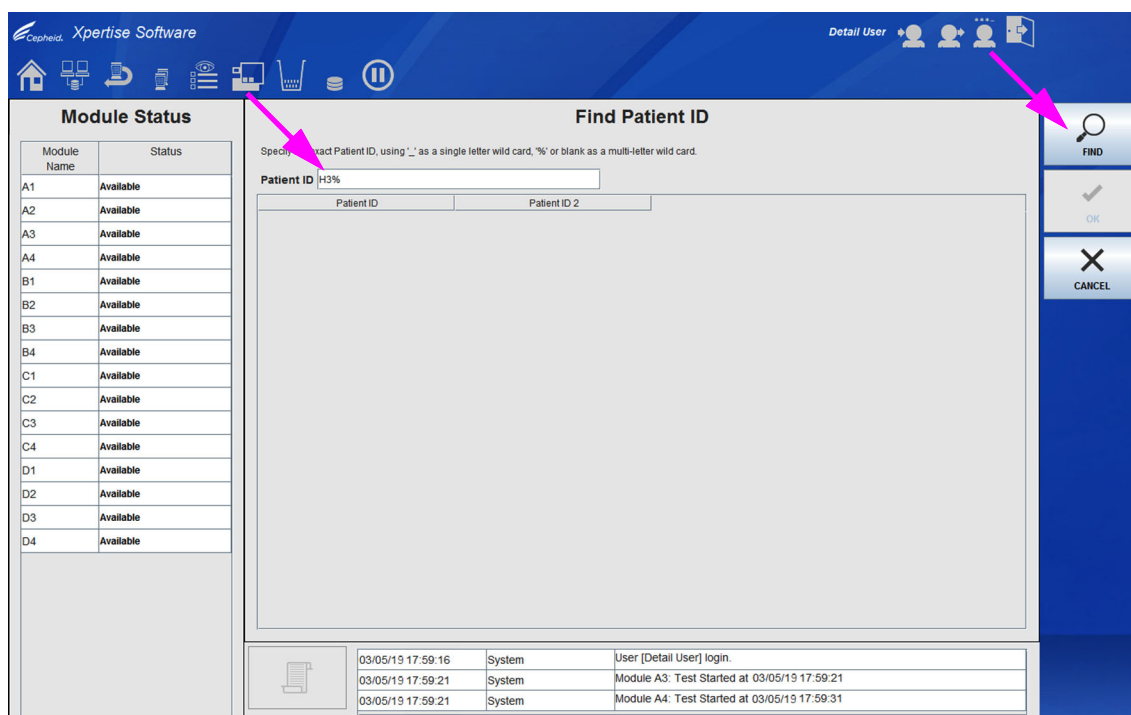
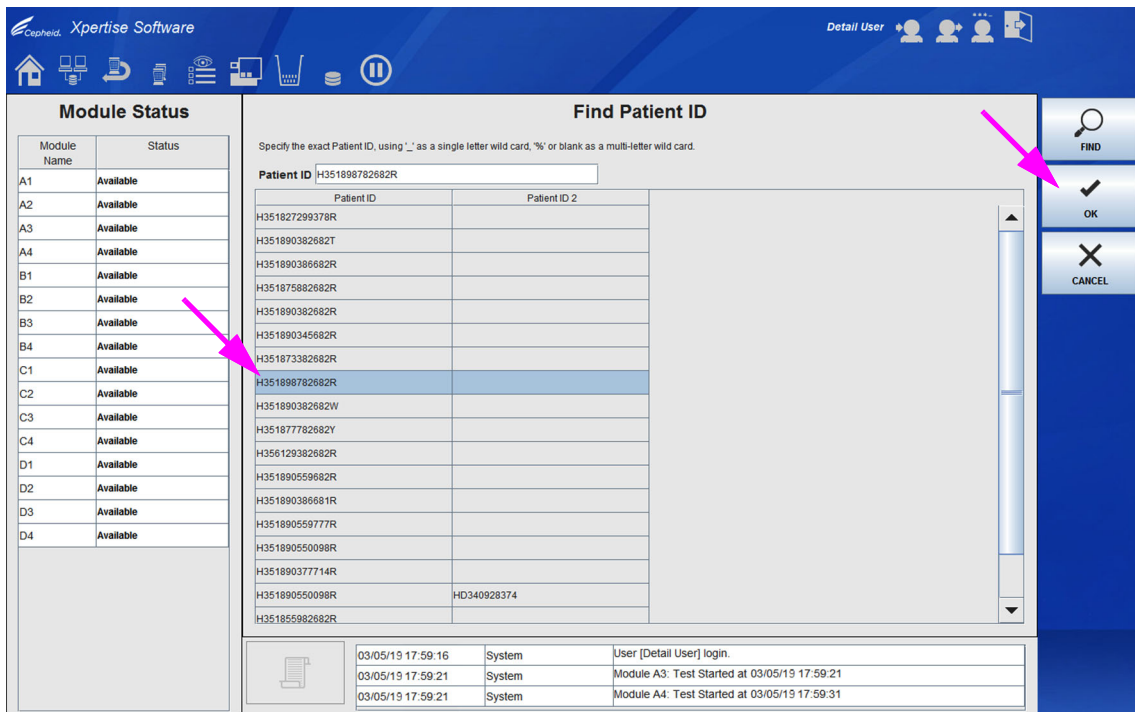

図 10-81. 患者 ID の検索ワークスペース
図 10-82. 患者 ID の検索ワークスペース、一致する検索基準を表示
1. 患者トレンドレポート (Patient Trend Report) ワークスペース (図 10-75 を参照) で、**患者 ID を検索 (FIND PATIENT)** ボタンを選択します。患者 ID の検索 (Find Patient ID) ワークスペースが表示されます。図 10-81 を参照。
患者 ID フィールド (図 10-81 を参照) に、検索条件を入力します。正確な患者 ID の一部、正確な文字と組み合わせた 1 文字のワイルドカード ( \_ [アンダースコア] )、または正確な文字の有無にかかわらず複数文字のワイルドカード ( % ) を入力することができます。
2. 患者 ID の検索条件を入力した後、**検索 (FIND)** ボタンを選択します (図 10-81 を参照)。データベースが検索され、検索条件に一致する患者 ID のリストが表示されます。図 10-82 を参照。
3. 目的の患者 ID が見つかった場合は、患者 ID のある行を選択します。OK ボタンがアクティブになります。図 10-82 を参照。